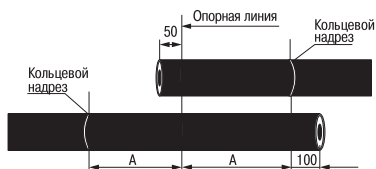

Рисунок 1
4.1 Распрямить и очистить от пыли и грязи концы соединяемых кабелей на длине не менее 1500 мм, закрепить соединяемые концы кабелей в приспособлении для монтажа соединительных муфт внахлест на длине не менее $2A$ (A из таблицы 1). По отметкам на кабелях (рисунок 1) выполнить кольцевые надрезы на оболочках кабелей так, чтобы не повредить элементы кабеля под оболочкой. Выполнить продольные надрезы.